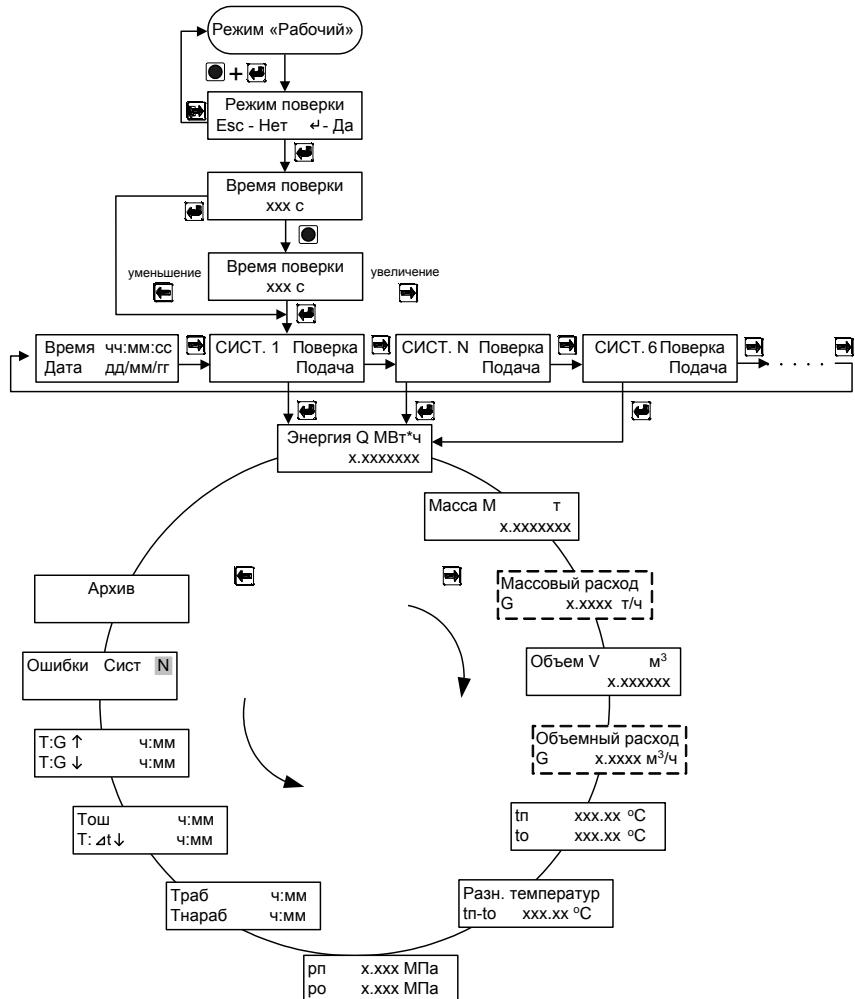

Рис. 7.3
7.4.1 Для входа в режим работы теплосчетчика «Проверка» необходимо, находясь в любом меню режима «Рабочий», **одновременно** нажать кнопки **«служебная»** и **«вход»**. Для выхода из режима проверки необходимо, находясь в любом меню режима «Проверка», **одновременно** нажать кнопки **«служебная»** и **«выход»**. Порядок перехода между окнами режима «Проверка» изображен на рис. 7.3.
ВНИМАНИЕ! При входе в меню (см. рис. 7.3):